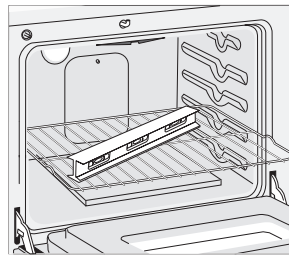

Figura 8
2. Ponga un nivel sobre la parrilla (Figura 8). Tome dos lecturas con el nivel puesto diagonalmente en una dirección y después en la otra. Nivele la estufa, si es necesario, ajustando las 4 patas niveladoras con una llave de tuercas (Figura 14).